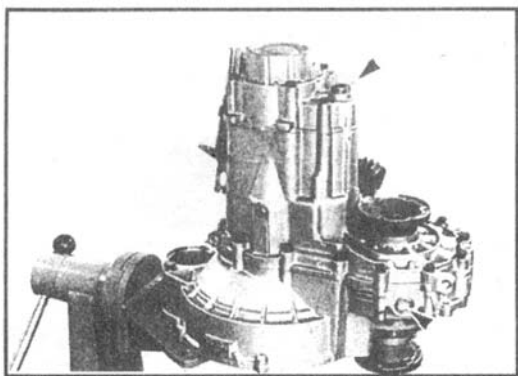

图 4-10 拆卸变速器（一）
(1) 将变速器支起，拧下离合器壳上差速器侧的放油螺塞，同时旋下后盖上的放油螺塞（如图 4-10 箭头所指螺塞），将油放净。